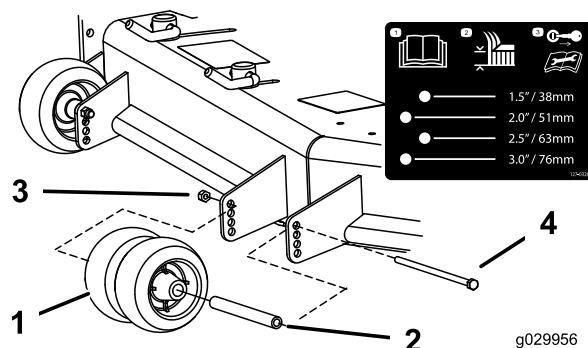
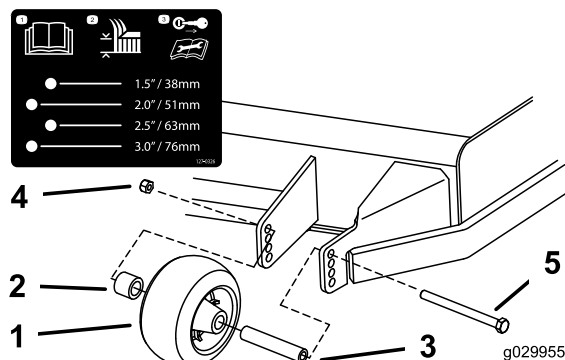
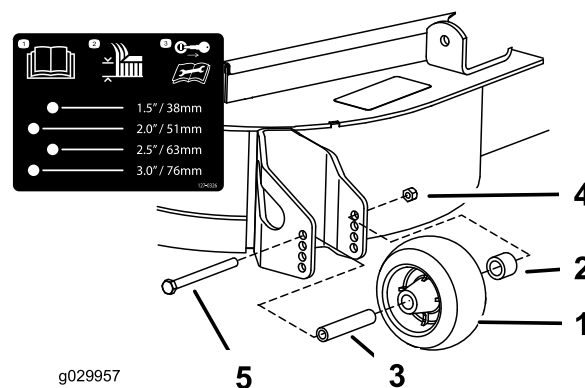

Figura 30
Figura 29
Figura 31
- Ajuste los rodillos protectores del césped, tal y como se muestra en la **Figura 29**, la **Figura 30** y la **Figura 31**.